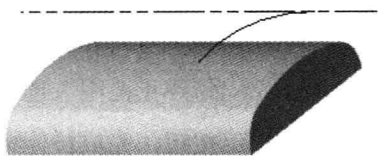
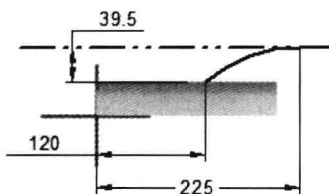

图 2.4 草图 1 (建模环境)
图 2.5 草图 2 (草绘环境)
Step3. 创建图 2.4 所示的草图 1。在 **草图** 区域中单击  按钮，选取右视图 (YZ) 平面为草图平面，进入草绘环境，绘制图 2.5 所示的草图 1，单击  按钮退出草绘环境。